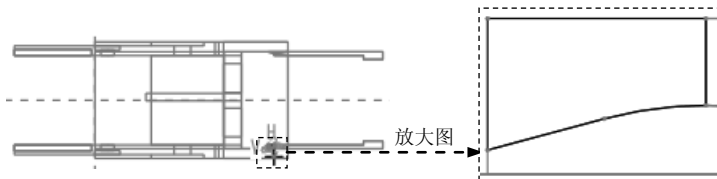

图 19.26 截面草图
(4) 进入草绘环境后，选取 MOLD_FRONT 基准平面和 MAIN_PARTING_PLN 基准平面为草绘参考，绘制图 19.26 所示的截面草图。完成特征截面的绘制后，单击“草绘”操控板中的“确定”按钮 。